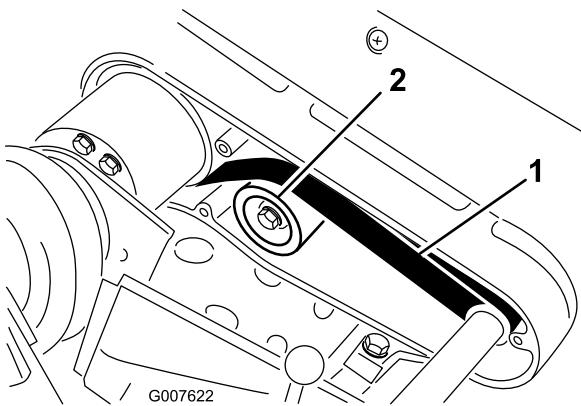

Рисунок 42
2. Проверьте натяжение, приложив к ремню посередине между шкивами (Рисунок 42) усилие 22–26 Н. Ремень должен прогнуться на 6 мм.
- A. Отпустите гайку крепления натяжного шкива и поджимайте натяжной шкив по часовой стрелке к обратной стороне ремня, пока не будет получено требуемое натяжение (Рисунок 42).